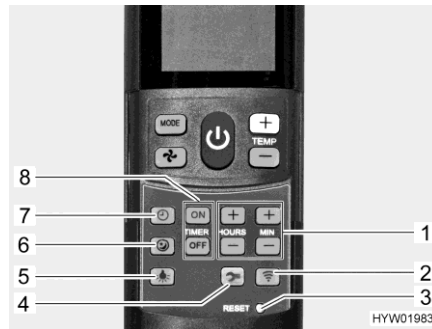

Fig. 96 Telecomando con tasti di impostazione (impianto di climatizzazione)
- Premere il tasto funzionamento silenzioso (Fig. 96,6). Durante il raffreddamento la ventola funzionerà ad un numero di giri inferiore, pertanto risulterà meno rumorosa.
- Premere il tasto ora (Fig. 96,7).
- Impostare le ore e i minuti con i tasti (Fig. 96,1).
- Premere il tasto "ON" (Fig. 96,8).
- Premere i tasti per l'impostazione degli orari (Fig. 96,1) fino a che non è stato raggiunto l'intervallo orario desiderato per l'accensione.
- Premere il tasto "OFF" (Fig. 96,8).
- Premere i tasti per l'impostazione degli orari (Fig. 96,1) fino a che non è stato raggiunto l'intervallo orario desiderato per lo spegnimento.
- Premere di nuovo il tasto "ON" o il tasto "OFF" (Fig. 96,8).
- Premere il tasto luce (Fig. 96,5). La luce viene accesa all'ultimo livello di regolazione impostato.
- Premere e tenere premuto il tasto luce (Fig. 96,5), finché non si raggiunge la luminosità desiderata.
- Premere il tasto luce (Fig. 96,5).
- ▷ Il tasto Setup (Fig. 96,4) permette di collegare il telecomando all'impianto di climatizzazione al momento della prima messa in funzione.